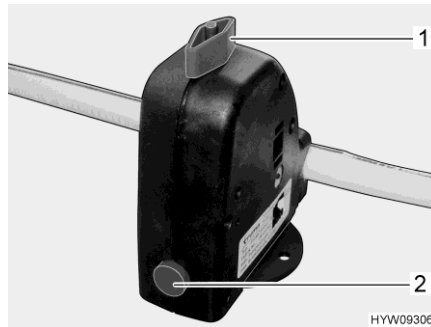

Fig. 126 Válvula de seguridad/purga (Truma)
- Cerrar la válvula de seguridad/purga (Fig. 126). Para ello, girar el botón giratorio (Fig. 126,1) a la posición transversal en referencia a la válvula de seguridad/purga y hundir el botón (Fig. 126,2). A temperaturas inferiores a 6 °C, la válvula de seguridad/purga no se deja cerrar.